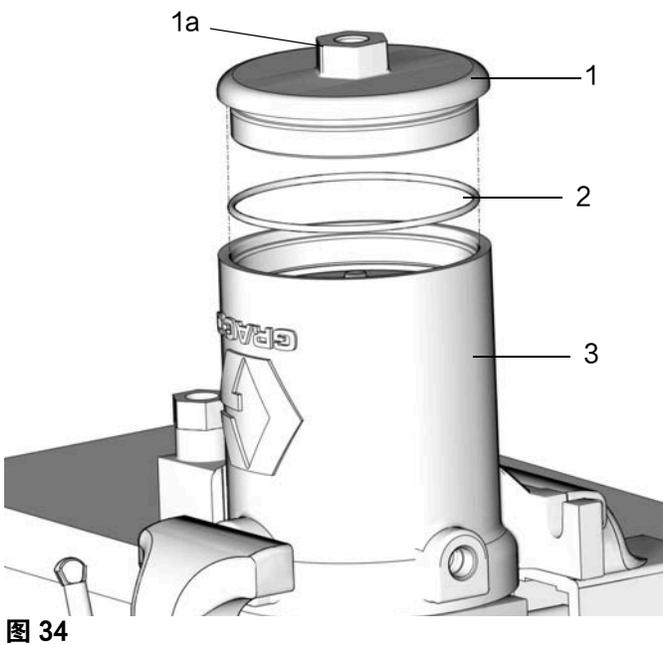

图 34
10. 在盖 O 形圈 (2) 上抹上薄薄一层滑脂。将 O 形圈安装到盖子 (1) 中 (图 34)。
11. 将盖子装在气动马达气缸 (3) 的底部。按住盖子的顶部, 以帮助其固定并压缩弹簧。使用扳手转动螺母 (1a), 拧紧盖子, 然后应用 28 至 32 英寸磅 (37.9 到 43.4 牛·米) 的扭力, 如图 34 所示。